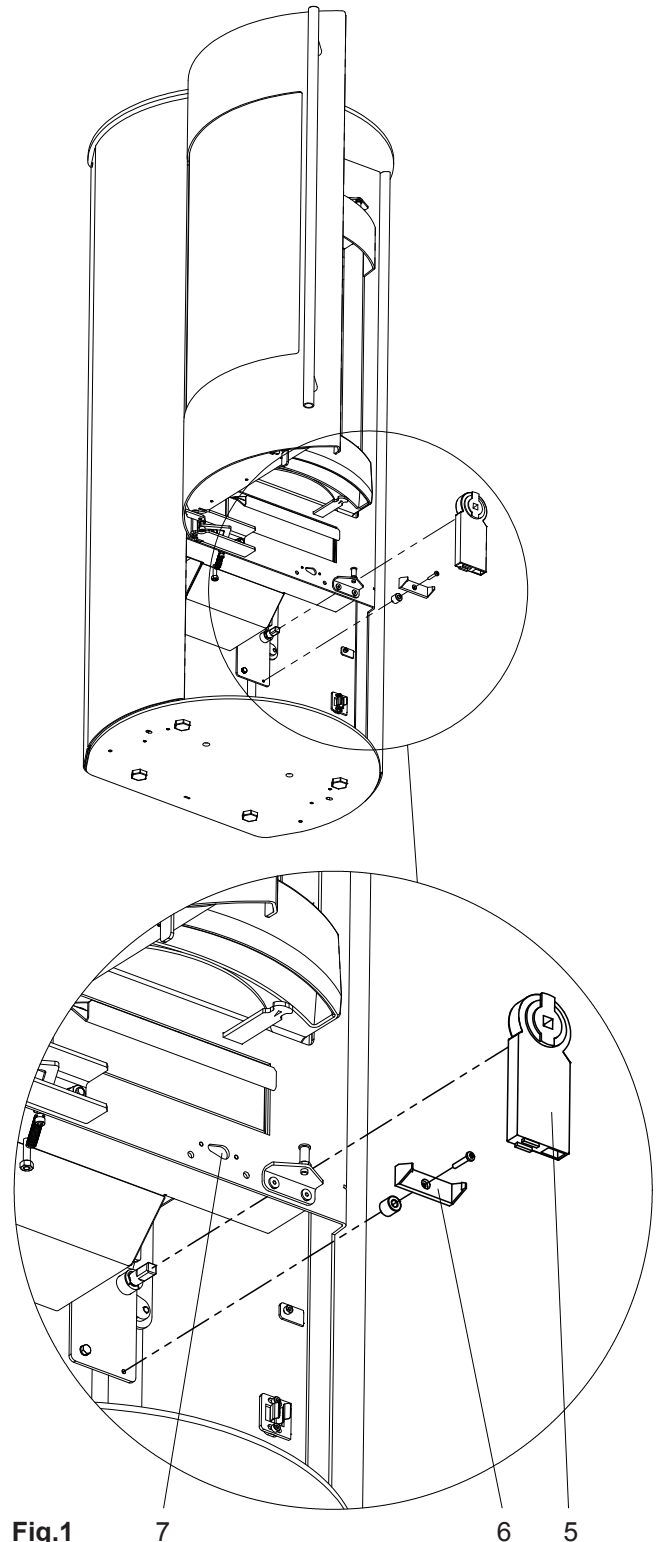

Fig.1
- Kunststoff-Halteklammer (6) mit Distanzhülse an der Motorkonsole festschrauben. Stellmotor (5) auf Drehachse des Luftschieberhebels aufschieben und in die Kunststoff-Halteklammer einschnappen (Fig.1).
- Den Türkontaktschalter (Position Befestigung siehe Fig.1), den Temperaturfühler und das Kabel der Stromversorgung wie in der Anleitung OEC beschrieben montieren.